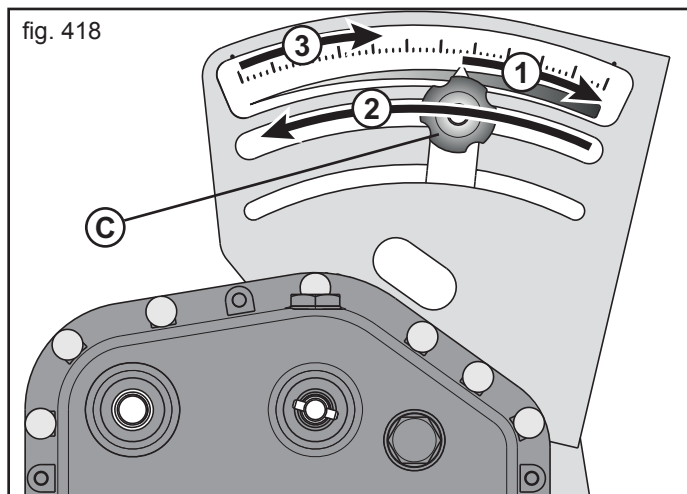

fig. 418
A partir de la boîte de vitesses il est possible de modifier la vitesse des groupes distributeurs de graines en agissant sur le levier de réglage étalonné sur une échelle allant de «0» à «50», de manière continue (Fig. 418).
Pour sélectionner ou modifier l'indice de la boîte de vitesses, desserrer la vis de fixation placée sur le régleur de la boîte de vitesse (C, Fig. 418), porter le levier au fond de l'échelle «50» (1), le remettre sur «0» (zéro) (2) et le reporter ensuite en correspondance de la valeur choisie (3) (en fonction de la quantité de produit à distribuer). Fixer à nouveau la vis de fixation du régleur de la boîte de vitesse.
- Position du levier de changement de vitesse selon la quantité à distribuer (Fig. 418);